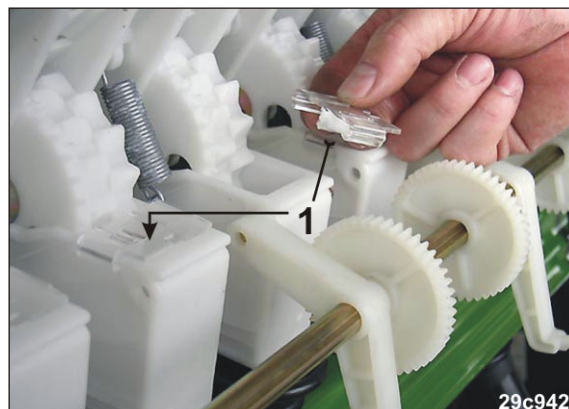

Fig. 246
2. Marcați noile discuri de distribuție pentru cărările tehnologice prin introducerea periilor pentru discuri de distribuție fine (Fig. 246/1) în noile carcase de distribuție pentru cărările tehnologice.